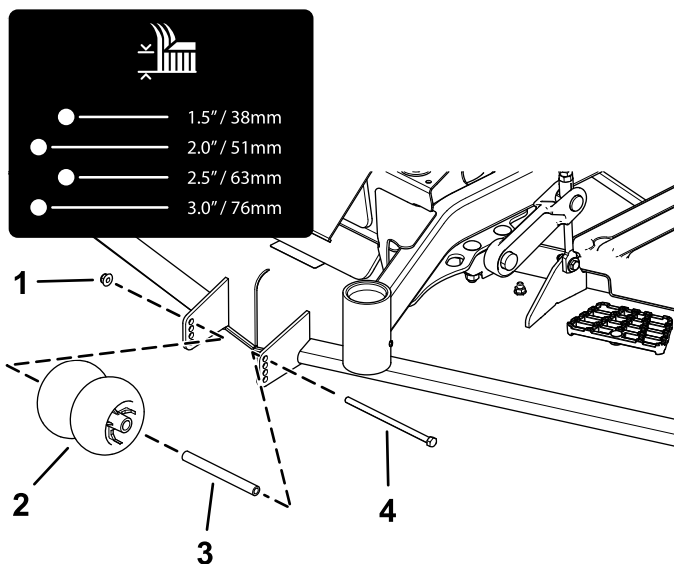
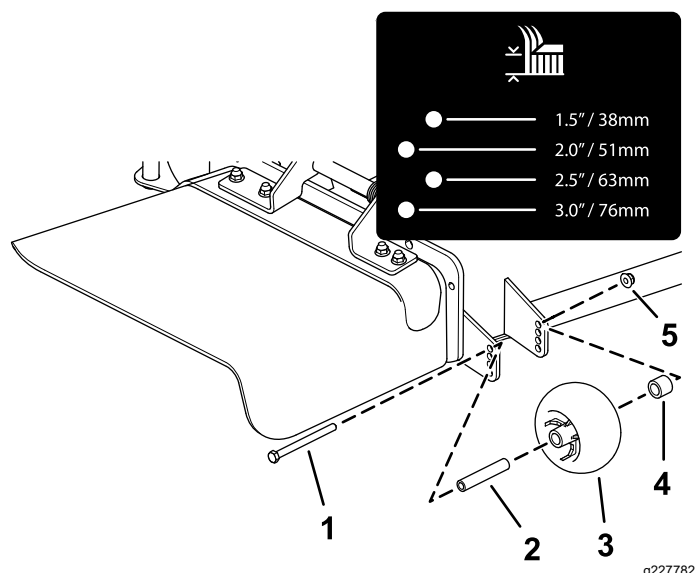
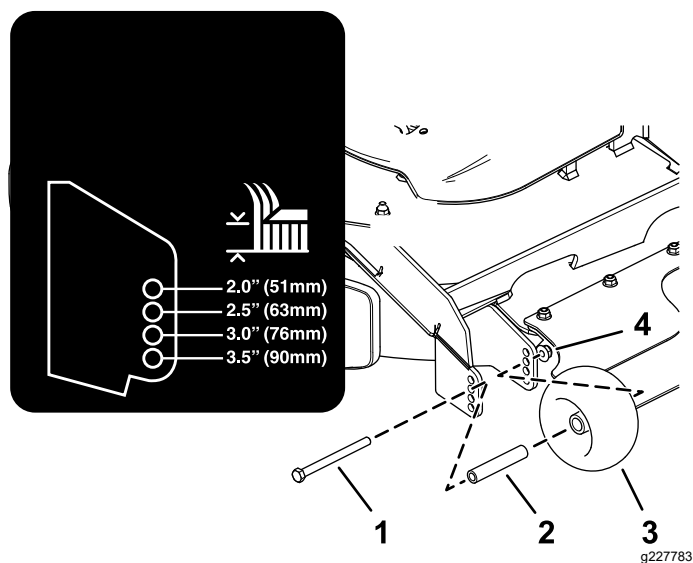
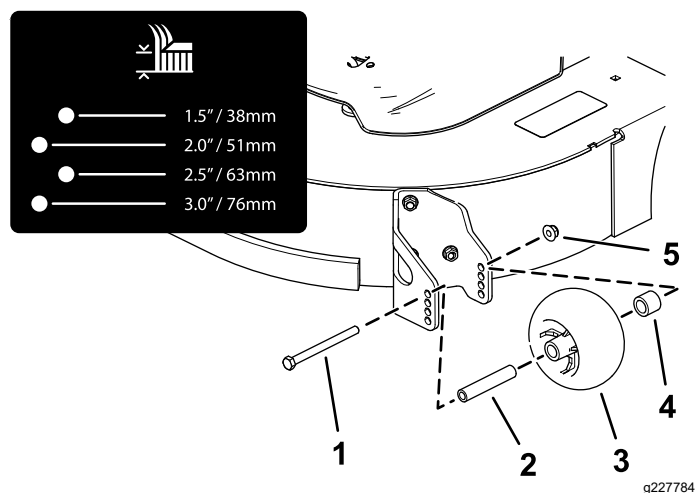

Figura 26
**Figura 27**
**Figura 29**
**Figura 28**
4. Ajuste los rodillos protectores del césped, tal y como se muestra en la Figura 26, la Figura 27, la Figura 28 y la Figura 29.